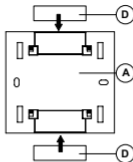

Fig 4.
- c. een glad oppervlak (geen metaal!) met bijgeleverde plakstrip (fig. 4).